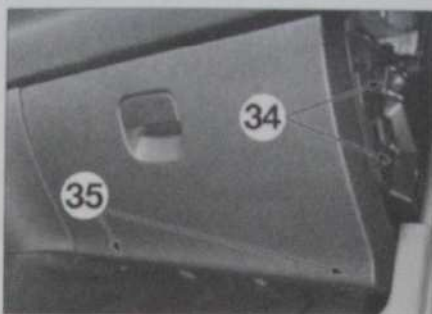

Fig. 19
- Dégrafer la boîte à gants en (34) et (35) (Fig.19).
- Déposer la boîte à gants (32) en tirant vers soi, puis débrancher le connecteur de l'éclaireur de boîte à gants.